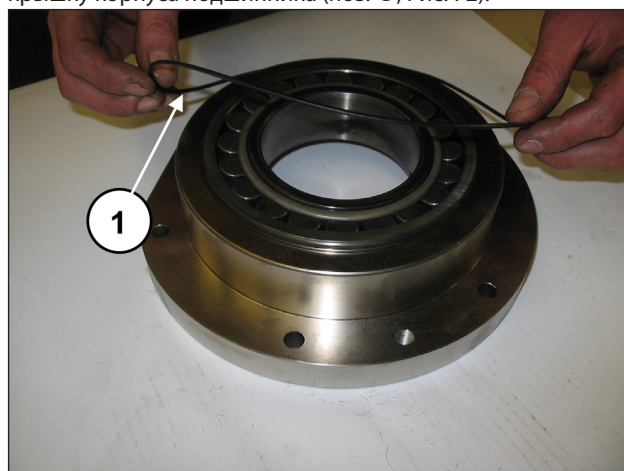

Рис. 72
Наденьте уплотнительное кольцо круглого сечения на крышку корпуса подшипника (поз. ①, Рис. 72).